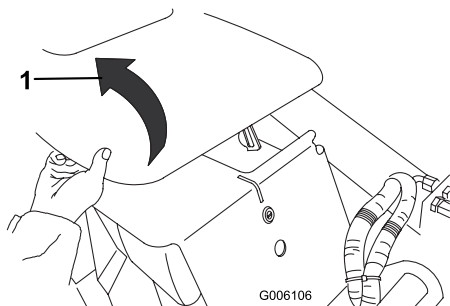

Figura 21
2. Ruotare il cofano verso l'alto (Figura 21).